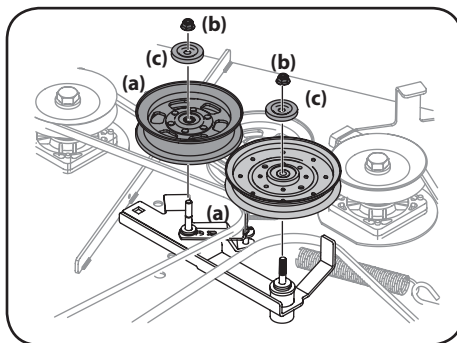

Figure 4-18
- Pour retirer les deux poulies de tension (a), enlevez les écrous autobloquants à bride (b) et les capuchons (c) qui les fixent au plateau de coupe et au bras de renvoi. Voir Figure 4-18. Veillez à ne pas perdre de pièce lorsque vous retirez les écrous autobloquants à bride (b).
- Placez la courroie autour des poulies de tension retirées à l'étape 3 avec le côté en « V » vers le bas. Après avoir installé la courroie, installez la quincaillerie et serrez l'écrou autobloquant pour fixer l'assemblage. Voir Figure 4-18.